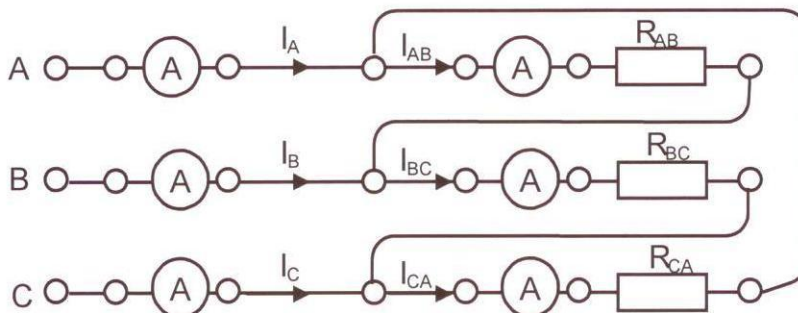
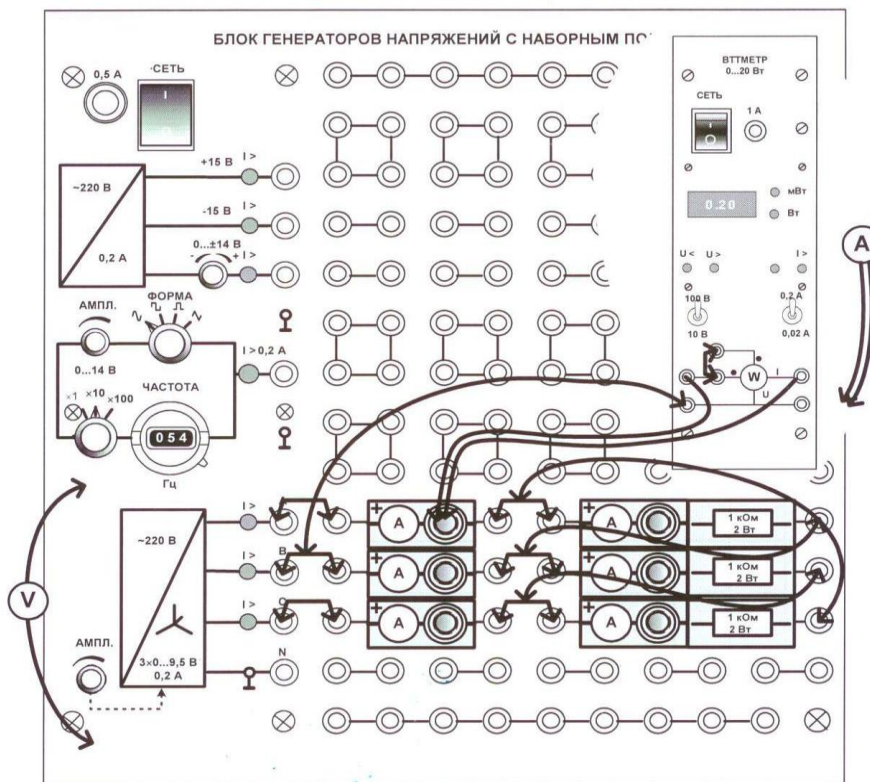

Рис. 9.1. Схема соединения нагрузки треугольником
Рис. 9.2 Монтажная схема
5.1. Соберите цепь с симметричной активной нагрузкой ($R_{AB} = R_{BC} = R_{CA} = 1 \text{ кОм}$) согласно принципиальной схеме (рис. 9.1) и монтажной схеме (рис. 9.2).